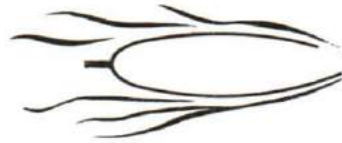

Figure 6-16
1. Your ship with its screw now needs a method of turning to port or starboard. For this, a rudder is used and once again the principle is very simple. See Figure 6-16.
1. Votre navire muni de son hélice a maintenant besoin d'un moyen de tourner vers la gauche ou vers la droite, c'est-à-dire à bâbord ou à tribord. À cette fin, il emploie un gouvernail et, là aussi, le principe est très simple (voir la figure 6-16).